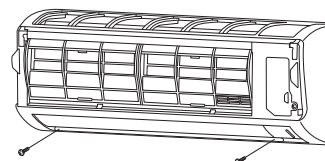
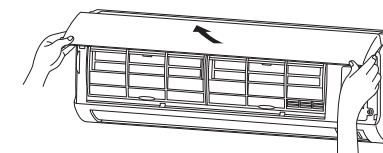

Fig. 3-41
Fig. 3-44
- (2) Déposer les 2 vis. (Fig. 3-41)
- (2) S'assurer que la grille et le châssis sont bien ajustés en engageant les languettes.
- (3) Fixer la grille avec les 2 vis enlevées précédemment. (Fig. 3-41)
- (4) Installer de la grille d'arrivée d'air.
- (a) Laisser le bord de la grille d'arrivée d'air glisser dans le dessus de l'unité et l'insérer totalement à l'intérieur. (Fig. 3-44)